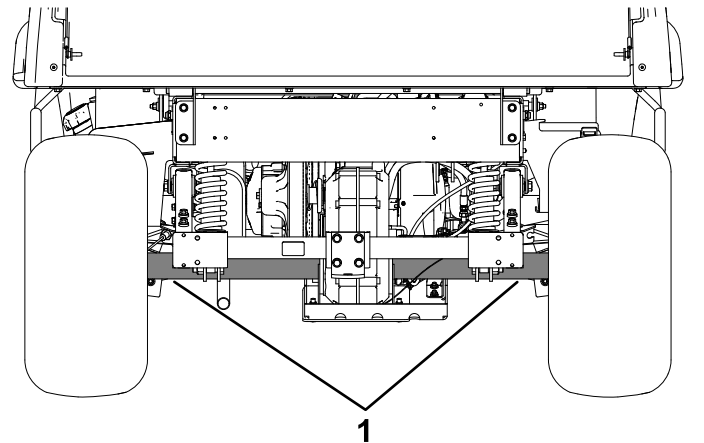

Figura 27
- El punto de elevación de la parte trasera de la máquina se encuentra debajo de los tubos del eje (Figura 27).